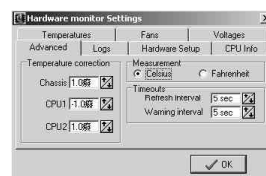

图 11
8. Advanced (高级选项) 板块: 这个板块提供温度校正(图 11)、温度单位等的一些细节上的设置。Temperature correction 这一栏是对 Temperature